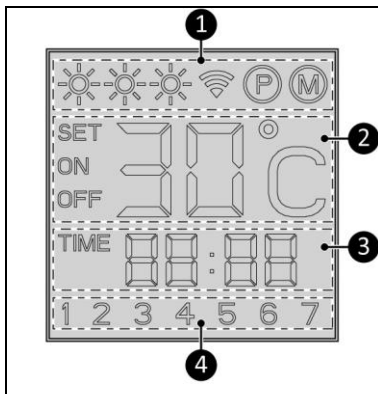

Figure 4
Indication d'état (figure 4, pos. 1) :
Indication de température (figure 4, pos. 2) :
Indication d'heure (figure 4, pos. 3) :
Indication de jour (figure 4, pos. 4) :